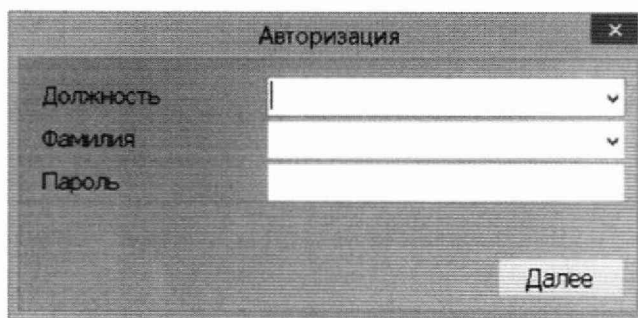

Рисунок 2 - Вид окна «Авторизация»
- после выбора языка на экране консоли откроется диалоговое окно «Авторизация», рисунок 2.